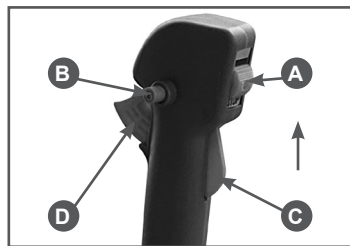

Рис. 9 Ручьятка управления
4. Установите выключатель зажигания А в верхнее положение (Рис. 9).
5. Нажмите одновременно на стопорный рычаг С и рычаг газа D. Зафиксируйте рычаг газа в нажатом состоянии кнопкой В (Рис. 9).
рычаг газа D (кнопка блокировки В при этом освободится) (Рис. 9). Прогрейте двигатель в течение 30 секунд.
4. Переверните устройство свечным отверстием вниз и зафиксировав рычаг газа в нажатом состоянии кнопкой В (Рис. 9), несколько раз сильно и часто дерните за ручку стартера для удаления лишнего топлива из цилиндра.
2. Дайте двигателю поработать без нагрузки в течение 15-20 секунд, затем заглушите двигатель, установив выключатель зажигания А (Рис. 9) в положение «STOP» (ВЫКЛЮЧЕНО).